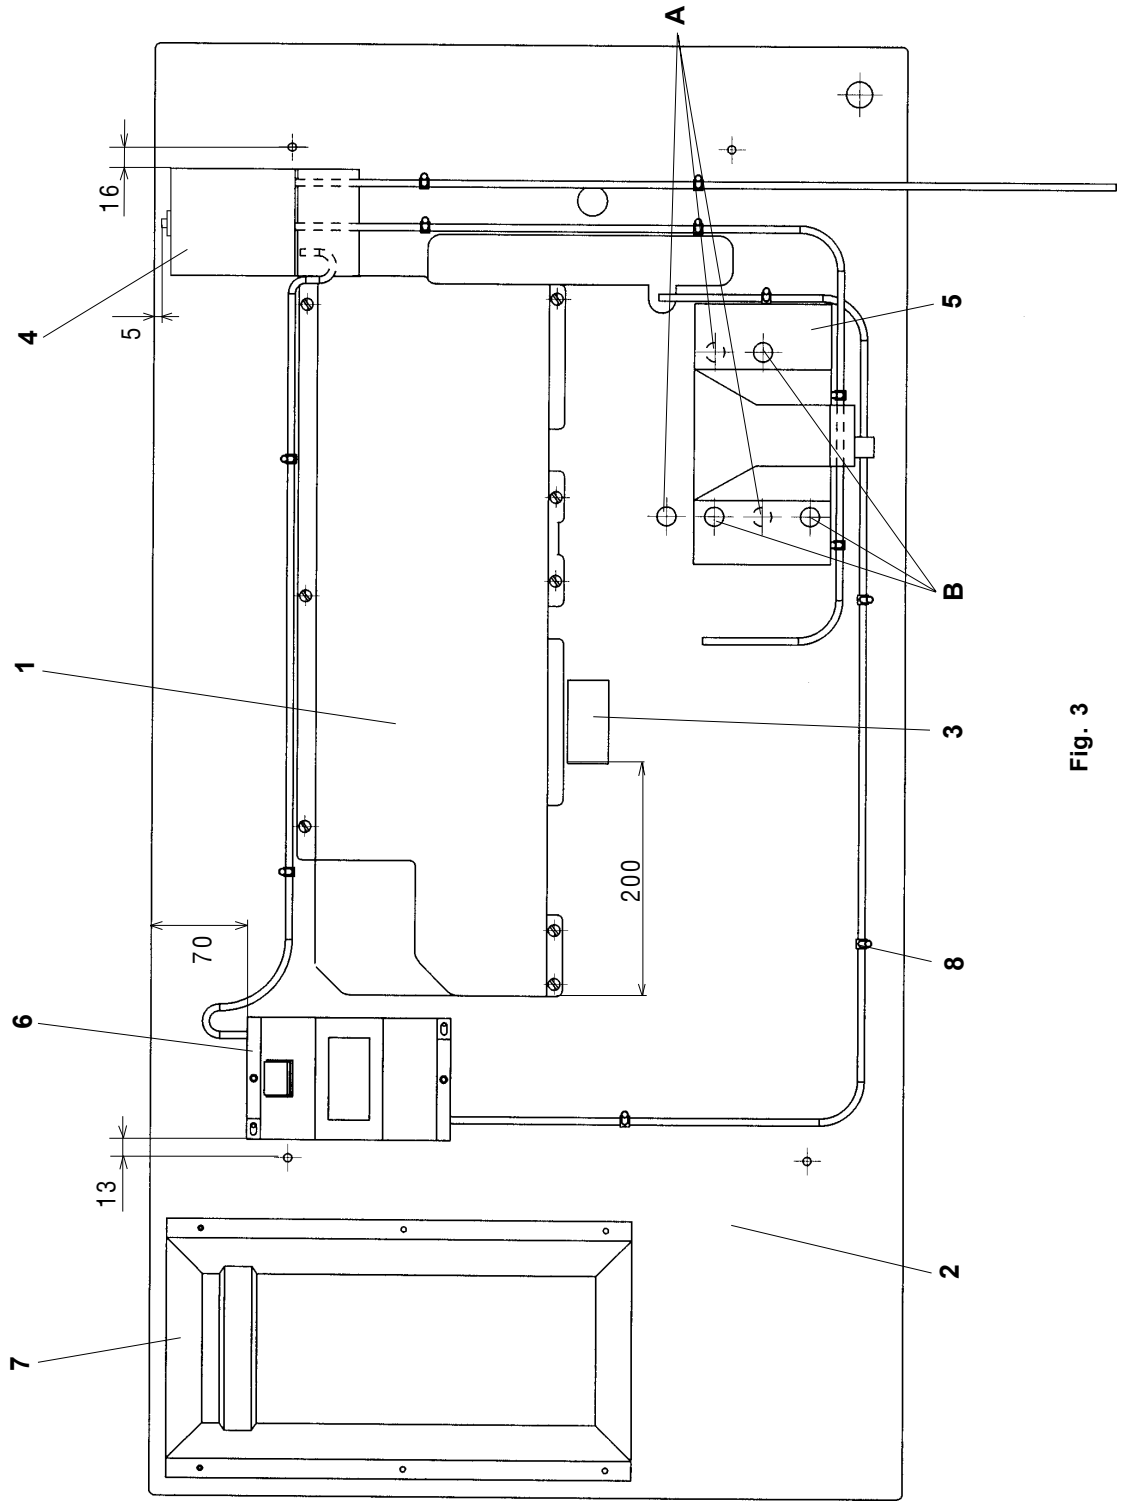

Fig. 3
Visser l'interrupteur principal (4) sur la plaque du bâti (1, Fig. 3)
Attacher le pare-chocs en caoutchouc (3, Fig. 3).
Visser le porte-moteur (5) suivant la Fig. 3 et 4.
Visser le transformateur d'éclairage (6, Fig. 3) pour éclairer la machine - si celui-ci a été livré.
Installer au moyen des attaches (8, Fig.3) les conducteurs électriques. Le branchement en est différent suivant le moteur, la tension d'alimentation et suivant le nombre des conducteurs du courant électrique. Dans le cas de l'amenée à quatre conducteurs de 3 x 400 V, le transformateur d'éclairage doit être alimenté par un câble d'amenée séparé de 1 x 230 V – voir alinéa 12.3.
Visser le tiroir (7, Fig. 3).